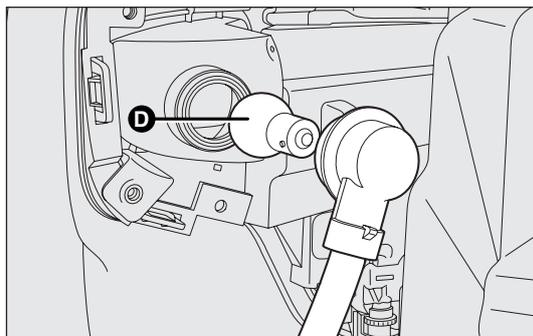

fig. 165
- enlever l'ampoule D-fig. 165 en la poussant légèrement et en la tournant dans le sens contraire des aiguilles (blocage à « baïonnette ») puis la remplacer ;